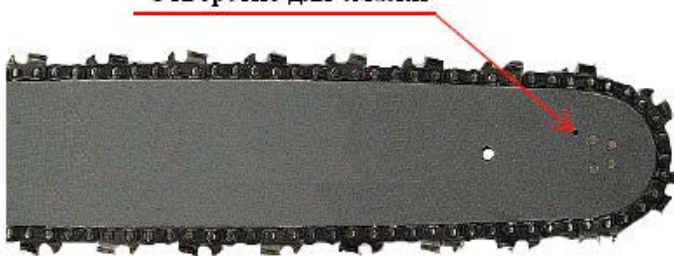

Рис. 9. Смазка звездочки цепи
7.4.13. Регулярно пополнять масляный бачок, следить за тем, чтобы бачок был заполнен как минимум на 1/4. Звездочку шины необходимо периодически смазывать полностью через отверстие для смазки, см. рис.9.